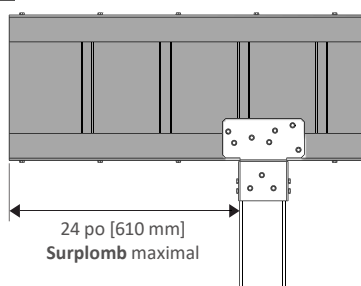
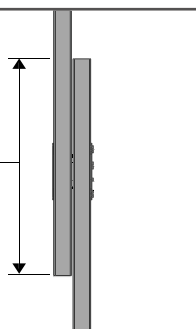

Fig. 33
Fig. 35
- **RACCORD DE POUTRES :** Lorsque vous raccordez deux poutres, il doit y avoir un **minimum** de 24 [610 mm] de surplomb entre les deux poutres, comme illustré aux fig. 33 et 34. Le raccord doit être soutenu par un poteau à un emplacement donné à l'intérieur du surplomb de la poutre. Le raccord est tenu en place par (4) boulons traversants, écrous et rondelles de 3/8 po [10 mm], comme illustré aux fig. 35 et 36.